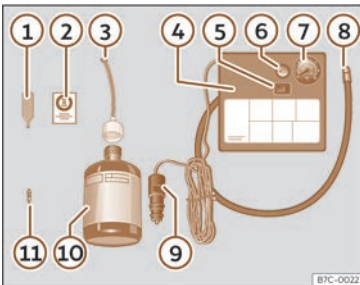

Fig. 230 Representación estándar: contido do kit anticipadas.
O kit anticipadas atópase no compartimento do maleteiro, baixo o revestimento do chan. Inclúe os seguintes compoñentes >>> **fig. 230:**
- Desaparafuse a carapucha e o obús da válvula do pneumático. Use o dispositivo >>> **fig. 230 ①** para extraer o obús. Póñao sobre unha superficie limpa.
- Sacuda con forza a botella de illante de pneumáticos >>> **fig. 230 ⑩**.
- Enrosque o tubo de inflamento >>> **fig. 230 ⑧** na botella de illante. O precinto da botella romperá automaticamente.
- Retire o tapón do tubo de carga >>> **fig. 230 ③** e enrosque o extremo aberto do tubo na válvula do pneumático.
- Volva colocar o obús co dispositivo >>> **fig. 230 ①** na válvula do pneumático.
- Enrosque o tubo de inflamento do pneumático do compresor >>> **fig. 230 ⑧** na válvula do pneumático.
- Asegúrese de que o parafuso de evacuación de aire estea pechado >>> **fig. 230 ⑥**.
- Acople o conector >>> **fig. 230 ⑨** á toma de corrente de 12 voltios do vehículo >>> **páx. 252.**
- Conecte o compresor de aire con conmutador ON/OFF >>> **fig. 230 ⑤**.
- Pegue o adhesivo >>> **fig. 230 ②** no cadro de instrumentos, dentro do campo visual do condutor.
Enrosque de novo o tubo de inflamento >>> **fig. 230 ⑧** e comprobe a presión no manómetro ⑦.